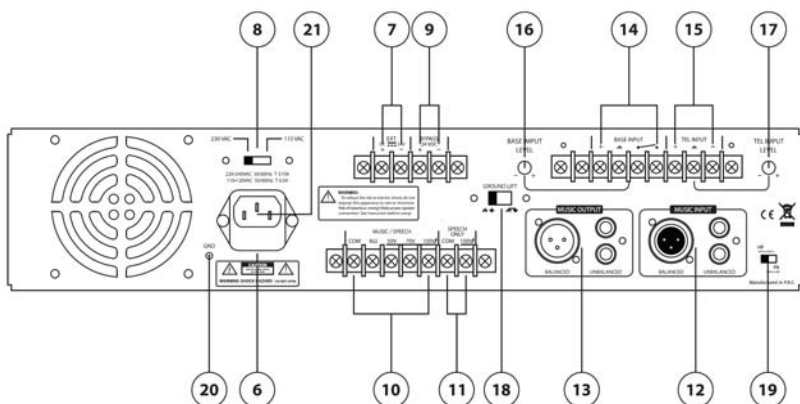

fig.2
Per alimentare l'unità di potenza connettere, nella posizione 21 di **fig.2**, il cavo fornito in dotazione.
- Al fine di prevenire eventuali malfunzionamenti è consigliabile non utilizzare contemporaneamente l'alimentazione di rete (230 Vac) con quella in continua (24 Vdc). Per accedere ai morsetti d'alimentazione a 24 Vdc (**fig.2**) rimuovere il coperchio di protezione svitando le rispettive viti.
Per accedere ai morsetti di connessione altoparlanti (**fig.2** rif. 10) rimuovere il coperchio di protezione svitando le rispettive viti.
Collegare il terminale della BM100A alla morsettiera 14 di **fig.2** secondo quanto riportato
Collegare il terminale di uscita della centrale telefonica alla morsetteria TEL INPUT (fig.2 rif.15). In base alla tipologia dell'uscita audio, utilizzare la connessione più adatta, fare riferimento al manuale d'istruzioni della centrale telefonica.
Per ottenere una linea a impedenza costante (8 $\Omega$ ) collegare i 2 terminali rispettivamente ai morsetti COM e 8 $\Omega$  (**fig.2** rif. 10).
Per ottenere una linea a tensione costante (50 / 70 / 100 V) collegare i 2 terminali rispettivamente al morsetto COM e a quello contrassegnato con il valore di tensione di linea desiderato (**fig.2** rif. 10).